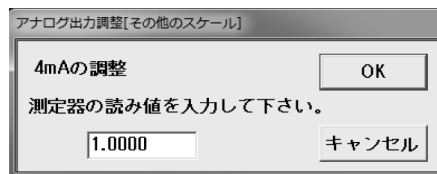

図49
- ④ 1V(4mA)の調整から行います。図49のようなメッセージボックスが現れますので、測定器の読値を入力して、「OK」ボタンをクリックしてください。